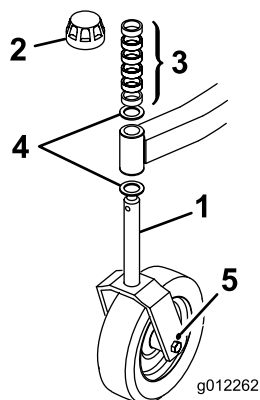
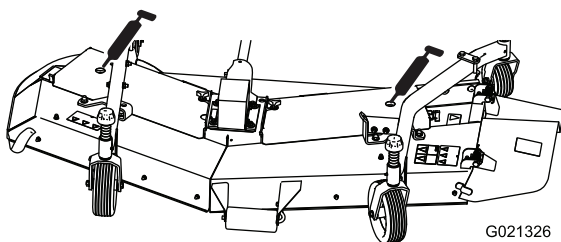

Bild 14
Bild 18
Hinweis: Ein besseres Schnittbild der Grünfläche kann bei niedrigeren Schnitthöhen erzielt werden, wenn Sie das Heck des Mähwerks absenken. Versetzen Sie hierfür die hinteren Laufradachsen in das obere Loch der Laufradgabeln (Bild 14). Setzen Sie die Achsen bei höheren Schnitthöhen in die unteren Löcher der Laufradgabel, wenn Sie kein optimales Schnittbild benötigen.
2. Nehmen Sie die Spannkappe von der Spindelwelle ab. Legen Sie die Distanzstücke auf die Laufradspindel, um die gewünschte Schnitthöhe zu erhalten (Bild 18 und 19). Schieben Sie dann eine Scheibe (Bild 14) auf die Spindel.
3. Drücken Sie die Laufradspindel durch den vorderen Laufradarm, setzen Sie die andere Druckscheibe und die restlichen Distanzstücke auf die Spindel und befestigen Sie alle Teile mit der Spannkappe (Bild 14).
- Messerspindellager, 2 (Bild 18)